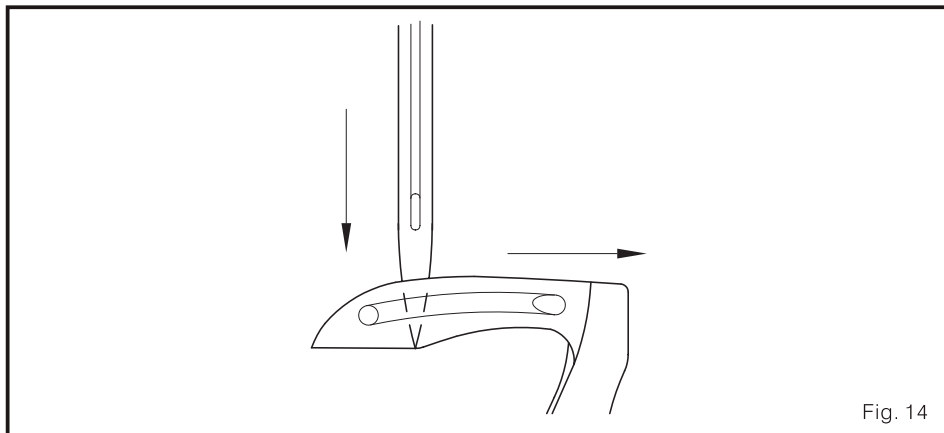

Fig. 14
(2) quando o looper se orienta novamente ao direito, e a agulha move de até cima para baixo, para a parte posterior do looper, ter uma posição paralela da gorjeta do looper. A leva de controle do fio estará no ponto morto superior. (Fig. 14)